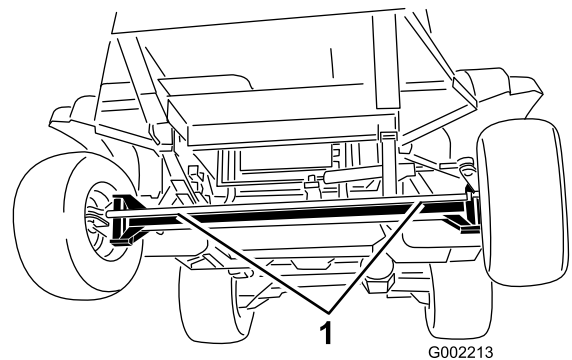
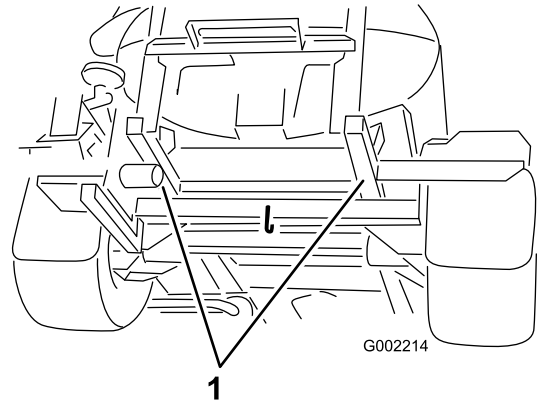

Figura 53
Figura 54
4. Applicate un cavo di traino al telaio; fate riferimento ai punti di traino anteriori (Figura 53 e Figura 54).